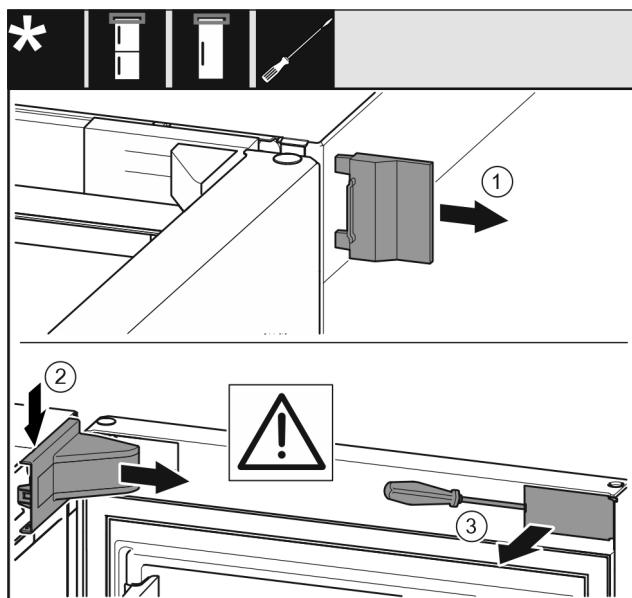

Fig. 12 *
► Sejměte vnější kryt Fig. 12 (1).*
► Kryt stojanu ložiska Fig. 12 (2) uvolněte ze západku a vyjměte.*
► Plochým šroubovákem vyjměte záslepku Fig. 12 (3) a otočte ji ke straně.*